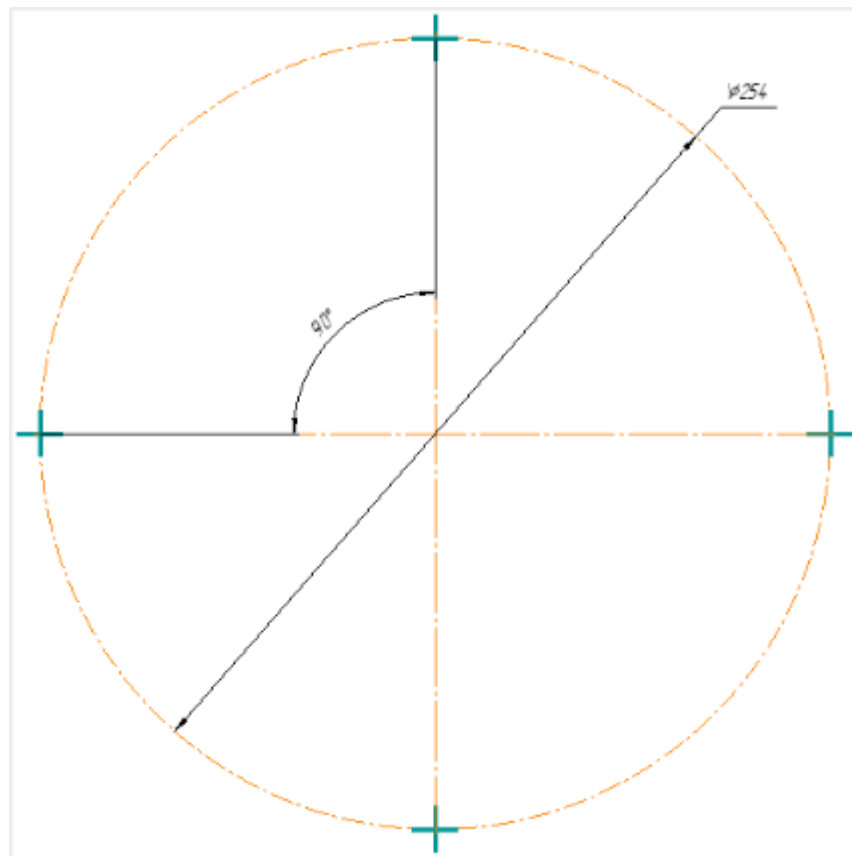

Рисунок 13 – Схема разметки отверстий для монтажа манипулятора
6. Просверлите 4 монтажных отверстия на диаметре $\varnothing 254$ мм под крепления основания манипулятора согласно схеме разметки (см. Рисунок 13).